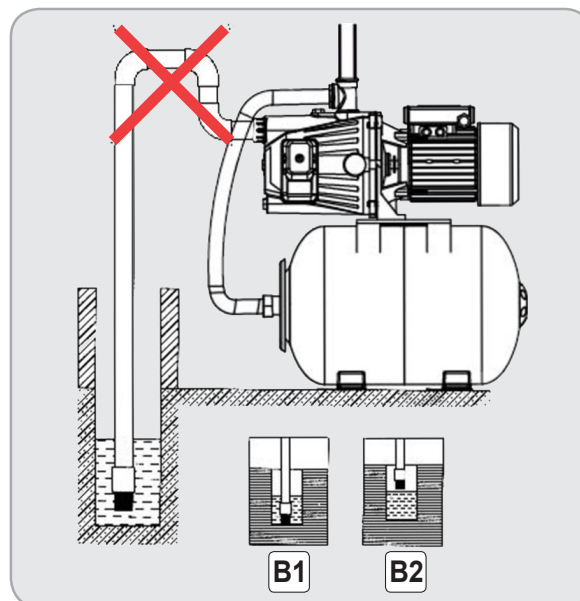

Fig.10
- **Inc corectă** - vezi Fig.10.
Sorbul de admisie (10) trebuie amplasat vertical și la 30cm de fundul apei pentru a evita aspirarea de impurități, nisipuri sau pietre (Fig.10 B1).
Dacă hidroforul preia apa din puțuri sau bazine, trebuie să controlați scăderea nivelului apei în timpul funcționării. Dacă sorbul de admisie ajunge deasupra suprafeței apei (Fig.10 B2), hidroforul va funcționa în gol și trebuie oprit.